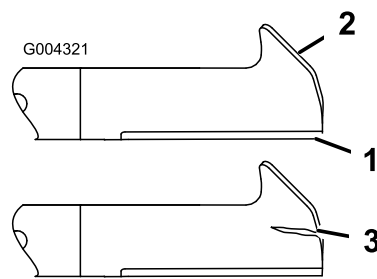

Figura 46
1. Controllate i taglienti (Figura 46). Se i taglienti non sono affilati o presentano intaccature, togliete le lame ed affilatele; vedere Affilatura delle lame.
2. Controllate le lame, in particolare l'area curva (Figura 46). In caso di danni, usura o scanalature nell'area (Figura 46, voce 3) montate immediatamente una nuova lama.